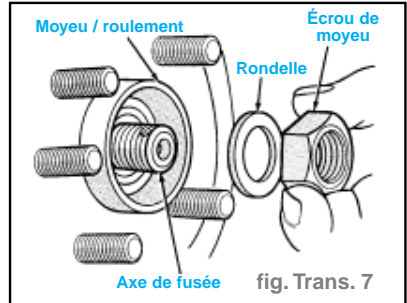

fig. Trans. 7
- Éliminer tous les corps étrangers des filetages de l'axe de fusée de joint homocinétique externe. Poser l'écrou et la rondelle de moyeu sur les filetages de l'axe de fusée et serrer l'écrou. (fig. Trans. 7)